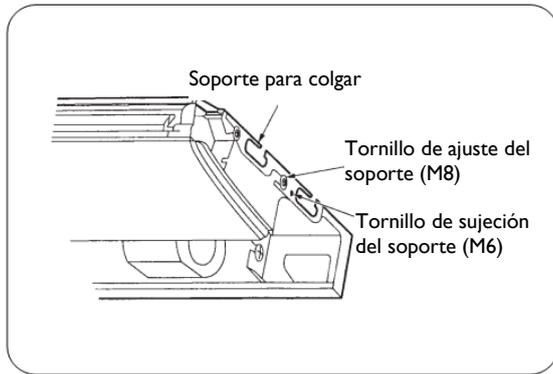

Fig.5
- Aflojar unos 10mm los dos tornillos de ajuste del soporte para colgar (M8) situados a cada lado. Retirar los dos tornillos (M6) del lado posterior. Desmontar el soporte de colgar tirando hacia atrás, (ver Fig. 5).
- Atornille firmemente los dos tornillos de ajuste del soporte para colgar (M8) (ver Fig. 5).
- Atornille firmemente los dos tornillos de sujeción (M6) para evitar el movimiento de la unidad (ver Fig. 5).